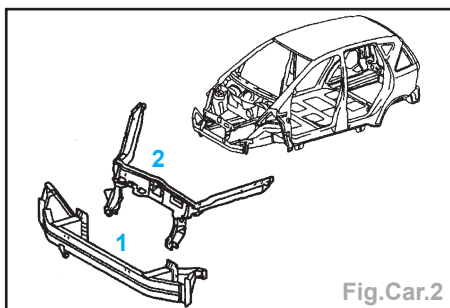

Fig.Car.2
- le module AV avec le raidisseur (Fig.Car.2),
- le module AV avec le raidisseur (Fig.Car.2).